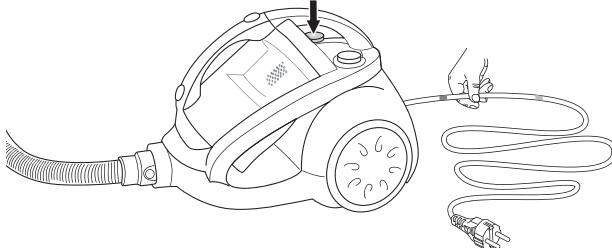

Figura 8
- Guíe el cable mientras que lo enrolla. De esta forma evita que el cable quede enredado o que el enchufe golpee contra la parte trasera del aparato. Coja el cable en la mano a la altura de la marca y procure que se enrolle de forma controlada dejándolo correr entre sus dedos, véase la figura 8.